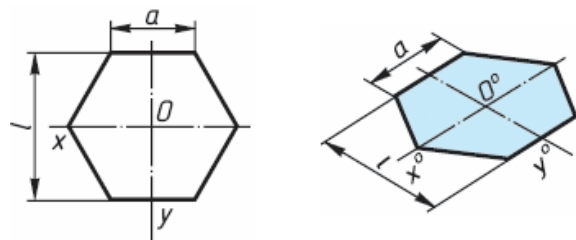

Рис. 76. Построение шестиугольника
**Шестиугольник.** По оси  $x^0$  вправо и влево от точки  $0^0$  (рис. 76) откладывают отрезки, равные стороне шестиугольника. По оси  $y^0$  симметрично точке  $0^0$  откладывают отрезки, равные половине расстояния  $L$  между противоположными сторонами шестиугольника, т. е.  $L/2$